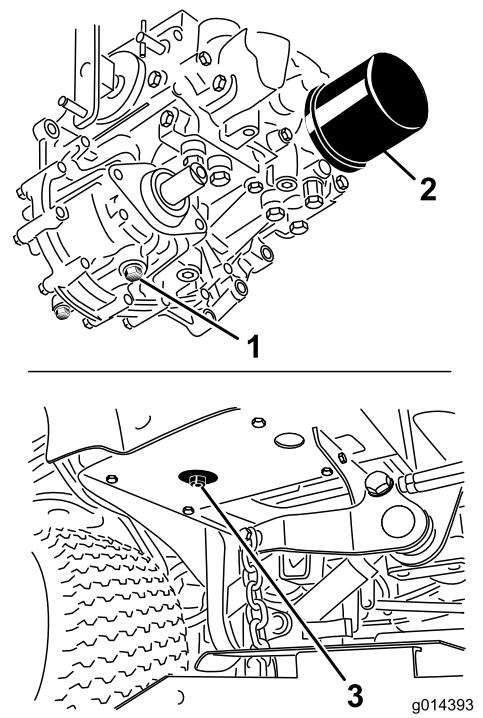

図 49
- 油圧オイルタンクとトランスミッションケースの下にオイルを受ける大型の容器を置き、それぞれのドレンプラグを外してタンク内のオイルを完全に排出、回収する(図 49)。
- 油圧オイルフィルタの取り付け部周辺をきれいに拭いてフィルタを取り外す(図 49)